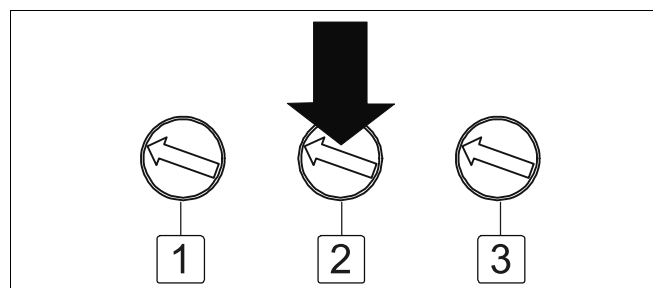

Fig. 47 Regolare la pressione minima della caldaia
- Ruotare il potenziometro 2 (fig. 47) posto sul pannello di servizio e leggere la pressione minima dell'ugello del gas.